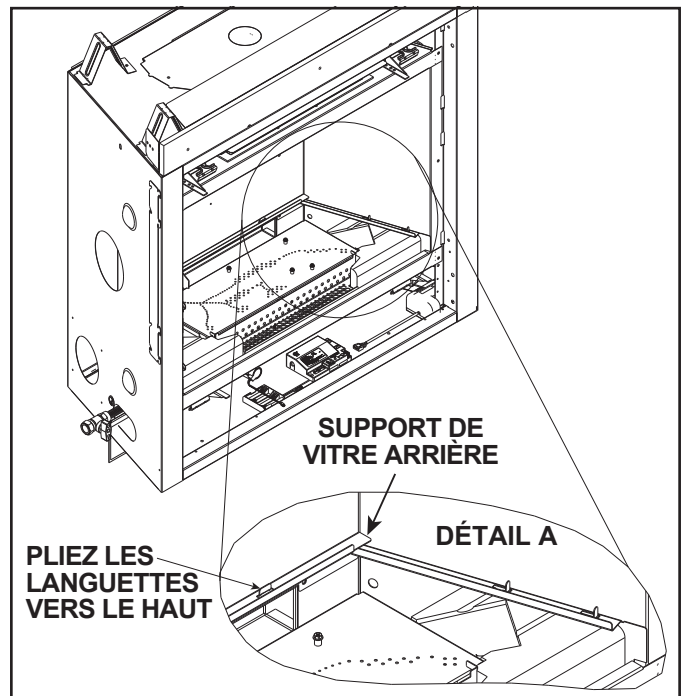

Figure 11.10 Languettes de pliage sur les supports de vitre en bas et à l'arrière
**Remarque :** Le support de vitre inférieur s'étend sur toute la largeur de la paroi arrière du foyer et repose au-dessus des supports de vitre inférieurs latéraux. Voir la figure 11.10, Détail A.